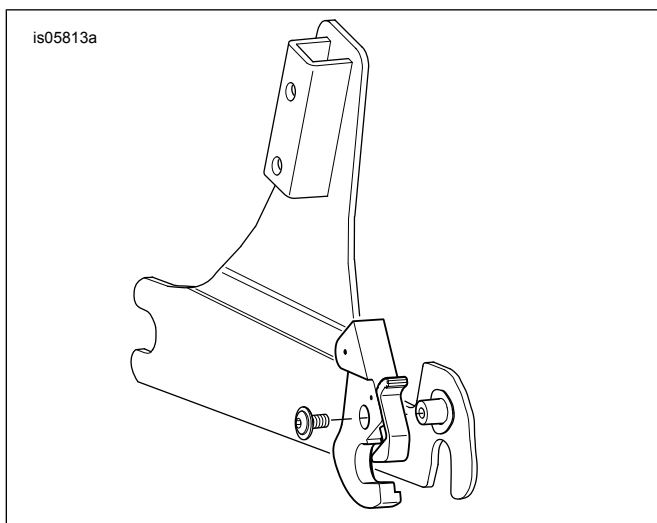

Figura 2. Installazione delle piastre laterali
1. Vedere Figura 2. Rimuovere la chiusura destra senza serratura. Lasciare la rondella elastica destra sul mozzo di montaggio destro.